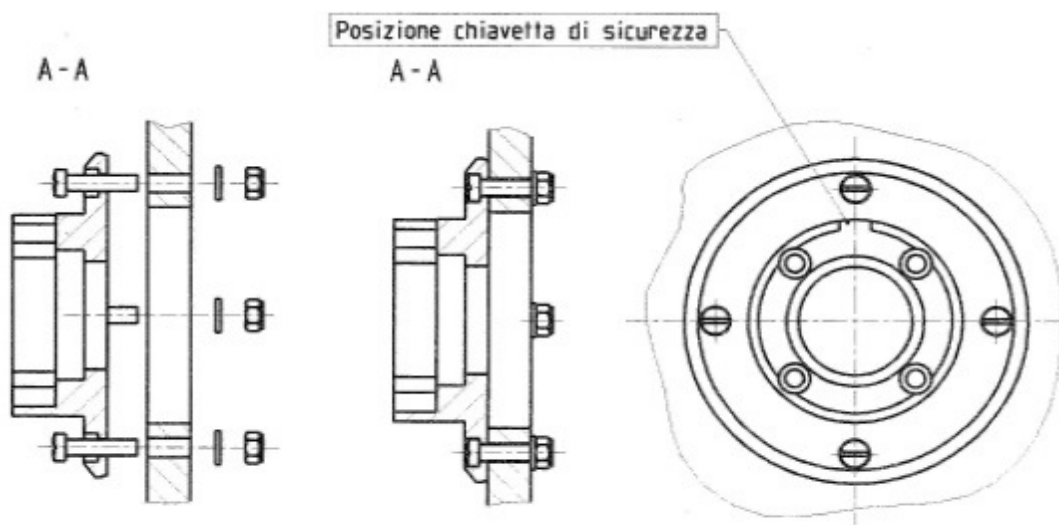

FIG. 1
2. Montare la flangia di fissaggio 1 (**vedi Fig.1 e Fig.2**), utilizzando N° 4 viti M6x25 (**2**), N°4 rondelle (**4**) e N°4 dadi autobloccanti M6 (**3**). Prestare attenzione alla posizione della chiave di sicurezza che deve essere come mostrato in **Fig.1**.